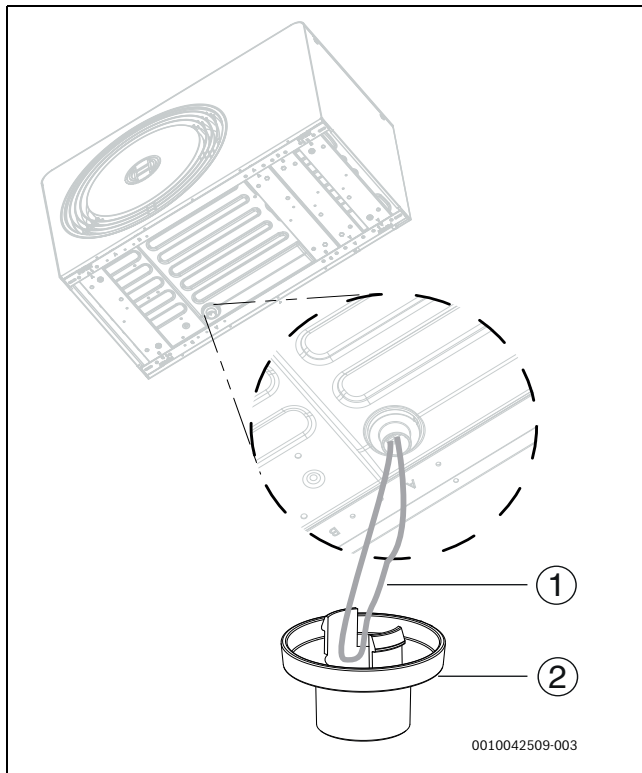

Fig. 24 Installation du tuyau d'évacuation
3. Extraire la boucle de l'élément chauffant du bac de récupération et la faire passer dans la buse de vidange (→ bild 24). Fixer la buse de vidange à la pompe à chaleur.